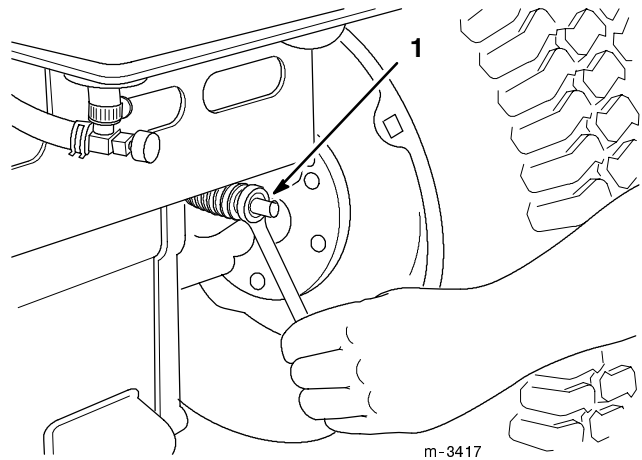

Abbildung 39
Die Einstellmutter für die Bremse befindet sich hinten am Traktor (Abb. 39). Wenn die Feststellbremse nicht sicher greift, ist eine Einstellung erforderlich.
4. Die Bremseneinstellmutter (Abb. 39) drehen, bis ein Spiel von 51 mm (2") vorhanden ist.